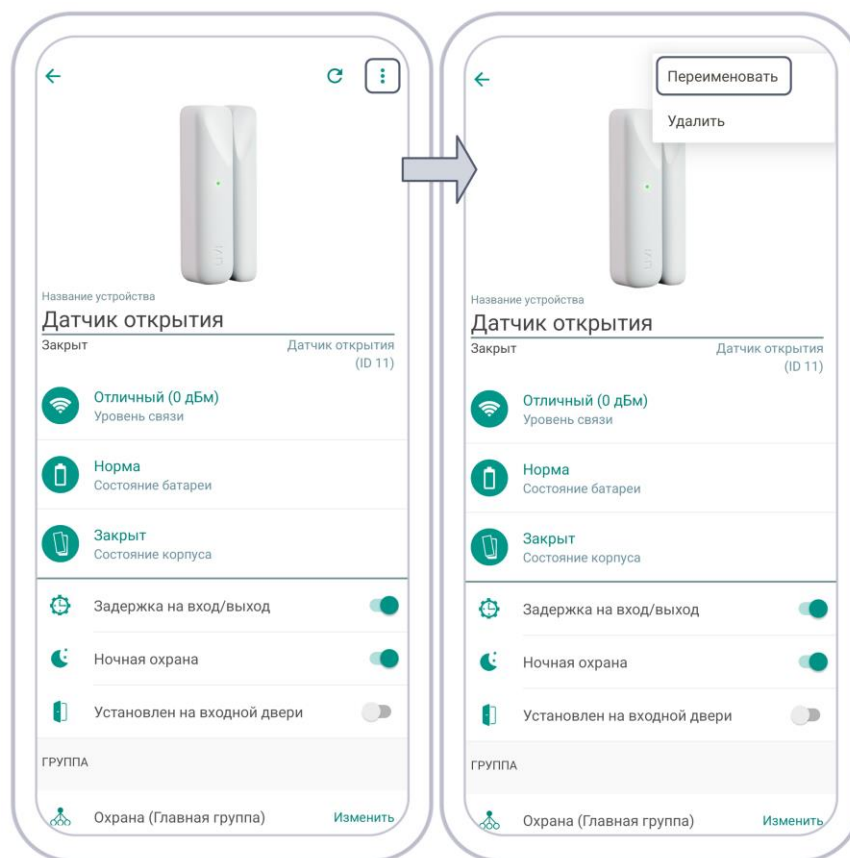

Рисунок 12.3 — Вызов меню на экране настройки радиоустройства
1. Откройте экран настройки радиоустройства в приложении (см. рисунок 12.3).